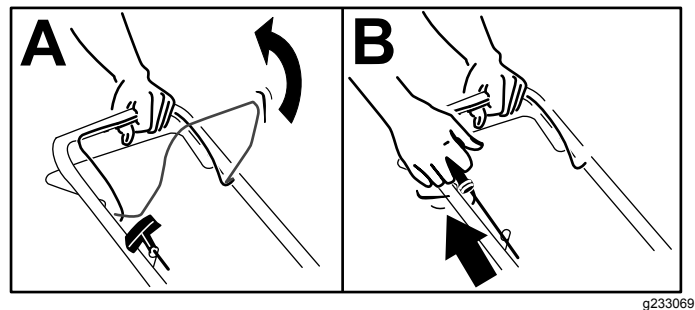

Figure 13
1. Maintenez la barre de commande des lames contre le guidon (A de la Figure 13).
2. Tirez la poignée du lanceur (B de la Figure 13).